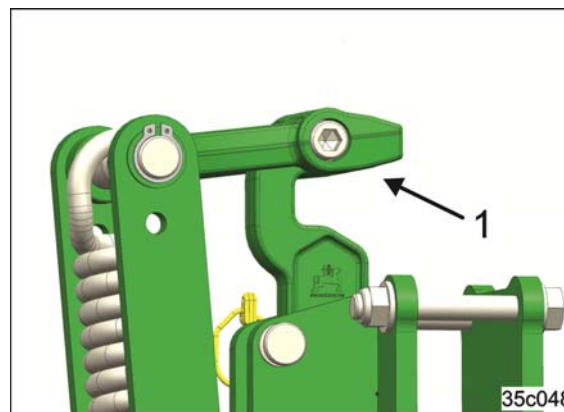

Рис. 121
Выемка (Рис. 121/1) служит для надежной регулировки рабочей глубины.
2. Держите следорыхлитель трактора за выемку (Рис. 121/1).